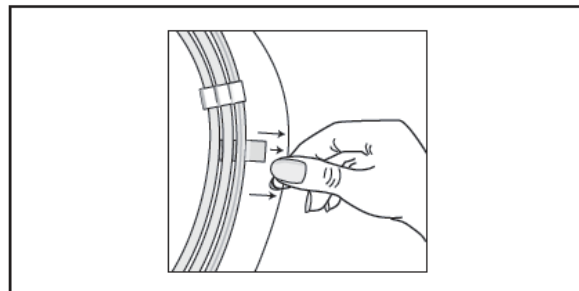

図 3: ワイヤ固定具から本品のデリバリーワイヤを慎重に外す
8. ディスペンサーコイルのワイヤ固定具からデリバリーワイヤを慎重に外す。デリバリーワイヤを捻らないように注意すること (図 3 参照)。